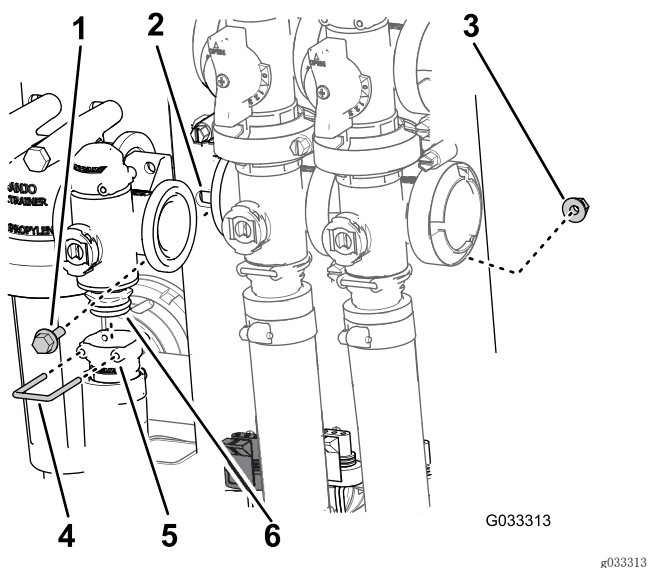

图63
2. 拆下将出口接头固定至喷洒率控制阀歧管的卡环（图63）。
3. 卸下将喷洒率控制阀固定至阀安装座的 2 个凸缘头螺栓和 2 个凸缘锁紧螺母，然后从机器中拆下阀歧管（图63）。